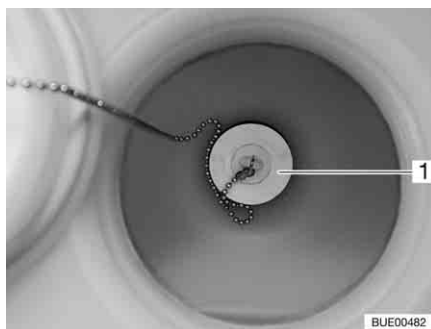

Fig. 95 Serbatoio dell'acqua, tappo di chiusura
- Inserire il tappo di chiusura (Fig. 95,1) nell'apertura di scarico.